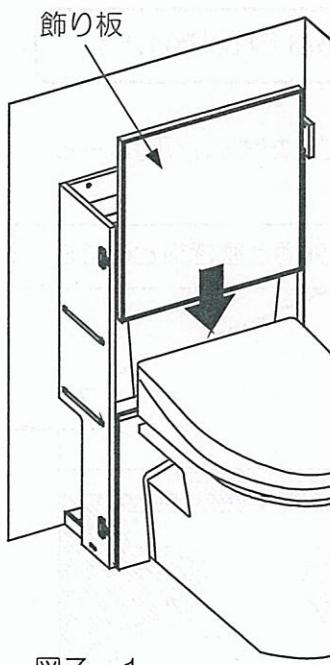

図7-1
(1) 飾り板をキャビネット側の金具に対してスライドさせて引掛けしてください。(図7-1・2・3)